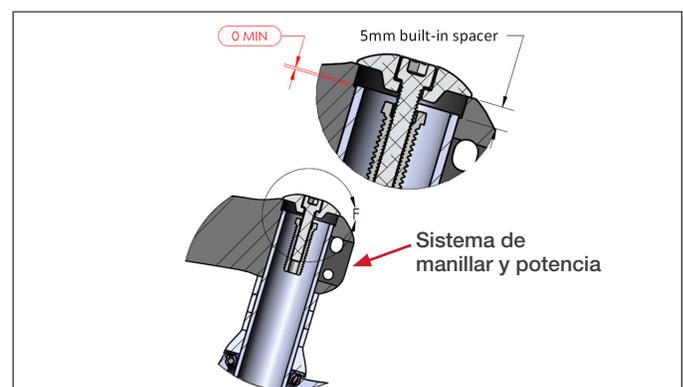

Figura 3
10. Una vez se ha completado el montaje del sistema de manillar y potencia, el tubo de la horquilla aún debería sobresalir por encima del espaciador de 5 mm integrado en el manillar (ver la figura 3).